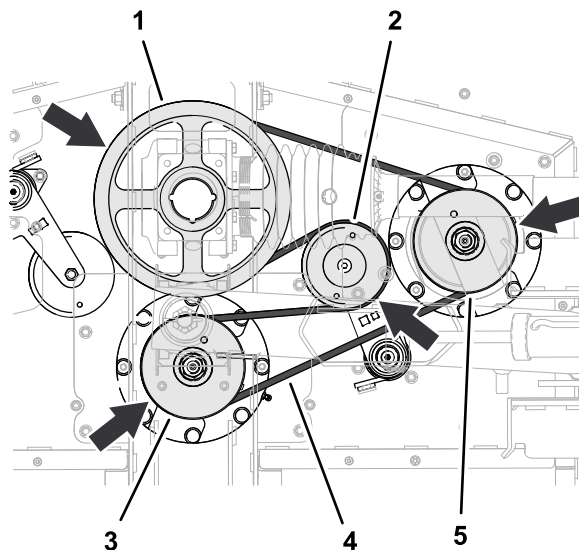

Figura 68
1. Disponete la cinghia lunga attorno alla puleggia motrice, alla scanalatura superiore della puleggia del mandrino centrale e alla puleggia del mandrino di destra (Figura 68).
2. Utilizzate una barra di interruzione o un utensile simile per ruotare il tendicinghia in senso antiorario e fate scorrere la cinghia sopra alla puleggia tendicinghia (Figura 68).